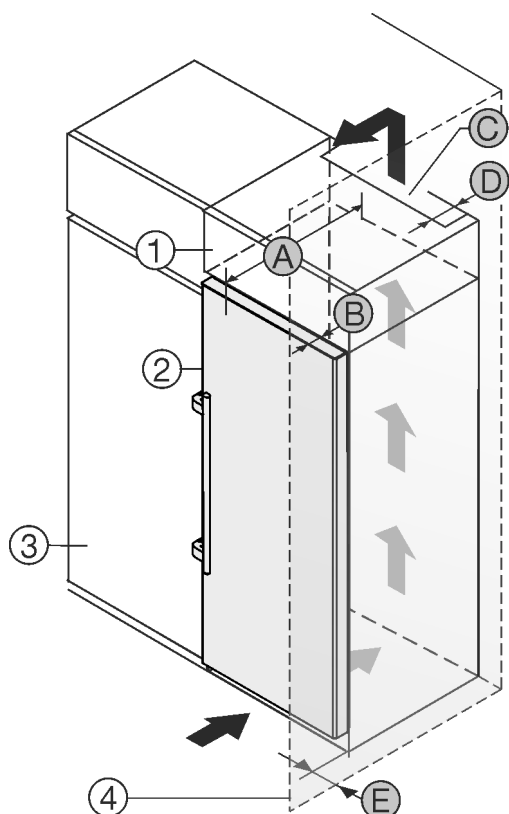

Fig. 2
- (1) Szafka nakładana *
- (B) Głębokość drzwi *
- (2) Urządzenie *
- (3) Szafka kuchenna *
- (4) Ściana *
- (A) Głębokość urządzenia *
- (C) Przekrój wentylacyjny *
- (D) Odstęp tylnej ściany urządzenia *
- (E) Odstęp od boku urządzenia *
Urządzenie można ustawić bezpośrednio obok szafki kuchennej Fig. 2 (3)*.
Na tylnej ścianie szafki nasadzonej wymagany jest wywiewny kanał wentylacyjny o głębokości Fig. 2 (D) na całej szerokości szafki.*
Pod sufitem pomieszczenia należy zachować przekrój wentylacyjny Fig. 2 (C)*.
Jeżeli urządzenie będzie ustawiane z zawiasami do ściany Fig. 2 (4), to pomiędzy urządzeniem i ścianą należy zachować minimalny odstęp, wynoszący 57 mm. Na taką odległość wystaje klamka przy otwartych drzwiach.*
By móc całkowicie otworzyć drzwi, urządzenie musi wystawać przynajmniej o głębokość drzwi Fig. 2 (B) za front szafki kuchennej. W zależności od głębokości szafek kuchennych Fig. 2 (3) oraz od zastosowania elementów dystansowych urządzenie może wystawać jeszcze bardziej.*